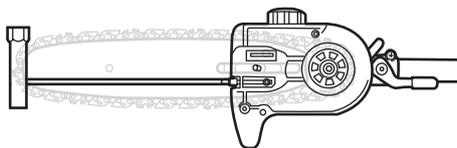

Fig. 26c
- Tourner la vis de tension (D12) dans le sens horaire à l'aide du tournevis plat (E6) et s'assurer que l'axe tendeur (D11) est ajusté à sa position la plus proche. (voir Fig. 26c).